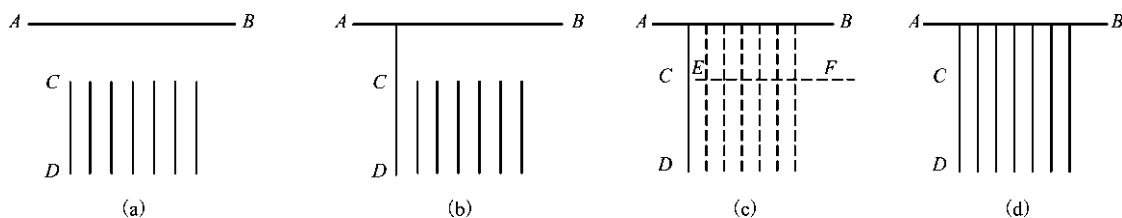

图 1-45 延伸“栏选”方式的应用
【实例 1-20】 将图 1-45(a)中的线段 CD 及其平行线段延伸至直线 AB 。
- ①执行【直线/L】命令绘制如图 1-45(a)所示图形。
- ②执行【延伸/EX】命令,完成后如图 1-45(d)所示。
选择要延伸的对象,或按住 Shift 键选择要修剪的对象或[边界边(B)/窗交(C)/模式(O)/投影(P)]: //单击线段 CD 靠近直线 AB 的上面部分,线段 CD 就延伸至直线 AB ,如图 1-45(b)所示
选择要延伸的对象,或按住 Shift 键选择要修剪的对象或[边界边(B)/窗交(C)/模式(O)/投影(P)/放弃(U)]: //对于批量需要延伸的对象,也可以采用“栏选”。如图 1-45(c)所示,在靠近延伸边界 AB 附近的空白位置 E 点处单击一下,进入“栏选”状态
指定下一个栏选点或[放弃(U)]: //向右移动鼠标,如图 1-45(c)所示,出现 EF 直线,与 EF 直线相交的对象都呈虚线状态,在 F 点附近单击鼠标左键,呈虚线状态的直线同时延伸到 AB 直线。完成后如图 1-45(d)所示